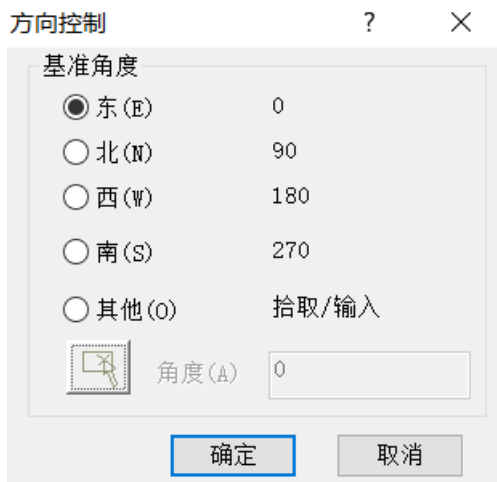

图 2-13 角度方向控制
方向 (D)：在图 2-12 中点击【方向 (D)】按钮，出现方向控制对话框，如图 2-13 所示，规定 0 度角的位置，例如，缺省时，0 度角在“东”或“3 点”的位置。